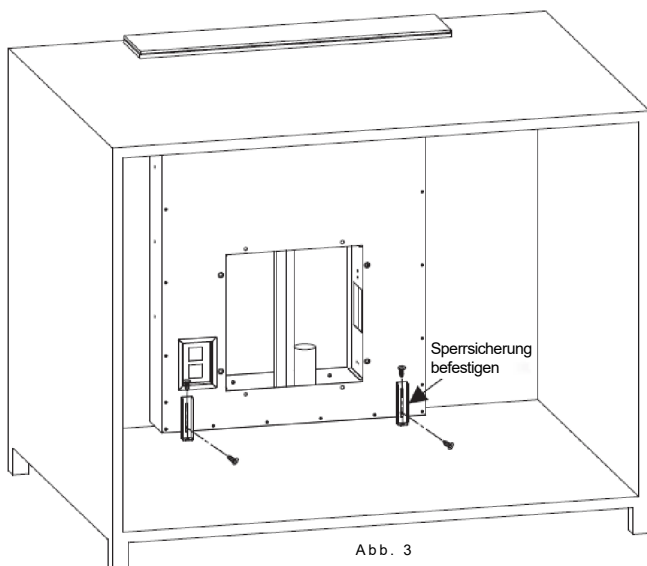

Abb. 3
2. Setzen Sie die Dunstabzugshaube in den Ausschnitt im Einbauschränk ein. (Siehe Abbildung 2) Verwenden Sie 4 Schrauben ST4*8 und ST4*14 und befestigen Sie die Abzugshaube mit der Sperrsicherung (Siehe Abbildung 3).